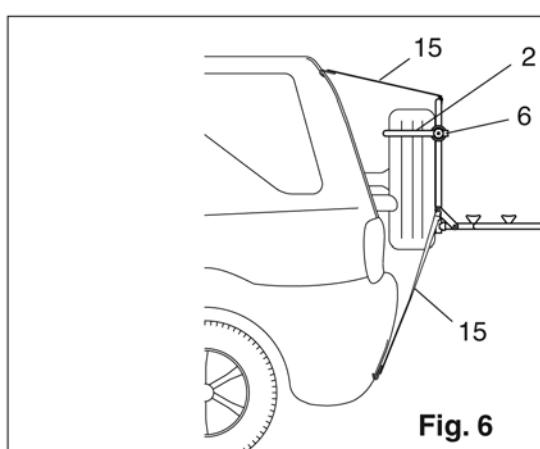

Fig. 6
- Das Reserveradtragrohr (2) auf der Innenseite des am Fahrzeugs angebrachten Reifens positionieren, wie in Abb. 6 zu sehen ist, indem man es mittels der Kunststoffgelenke so neigt, dass es die durch die Reifenform bedingt wird. Danach die Rändelgriffe (6) fest anziehen.
- Den Haken des oberen Gurts (15) an der oberen Kante der Heckklappe anbringen.
- Die beiden unteren Gurte (15) rings um die Anhängercupplung führen (das ist nur dann möglich, wenn die Anhängercupplung sich unter dem Rad befindet). Wenn das nicht möglich ist, die Gurthaken (15) an unteren Kante der Stoßstange des Fahrzeugs anbringen (Abb. 6), wenn diese aus Metall ist, oder an einer anderen sicheren Befestigungsstelle unterhalb des Fahrzeugs.
- Den oberen und die unteren Gurte (15) gleichmäßig mit Energie spannen, um die Einheit, die aus Pkw, Rad und Fahrradträger besteht, fest und kompakt miteinander zu verbinden.
- Mettez le tube (2) à l'intérieur du pneumatique monté sur le véhicule, comme l'indique la fig.6, en l'inclinant au moyen des rotules en plastique selon la position exigée par la forme du pneu, après quoi serrez fort les pommeaux (6);
- Attachez le crochet de la sangle supérieure (15) sur le bord supérieur du hayon.
- Passez les deux sangles inférieures (15) autour du crochets de traction (opération possible uniquement si le crochet est placé sous la roue). Lorsque cette opération n'est pas possible, attachez les crochets des sangles (15) sur le bord bas du pare-chocs du véhicule (fig. 6), s'il est métal, ou à une autre prise sûre au-dessous du véhicule.
- Vérifiez que le porte-vélos est installé correctement : Tendez les courroies (15) supérieure et inférieure, de manière homogène avec force, afin de former un ensemble compact entre véhicule, roue et porte-vélos.
- Posizionare il tubo passaruota (2) all'interno del pneumatico applicato al veicolo come da fig.6, inclinandolo tramite snodi plasticci a seconda della posizione richiesta dalla forma del pneumatico, dopo questa operazione serrare con forza i pomelli (6);
- Applicare il gancio della cinghia superiore (15) al bordo superiore del portellone stesso;
- Passare le due cinghie inferiori (15), attorno al gancio di traino (operazione possibile solo se il gancio è posizionato sotto la ruota). Nel caso questo non sia possibile, applicare i ganci delle cinghie (15) al bordo basso del paraurti del veicolo (fig.6), se questo è in metallo, o ad altro appiglio sicuro esistente sotto il veicolo;
- Trazionare le cinghie (15) superiori ed inferiori, in modo omogeneo con forza, al fine di rendere un insieme compatto tra veicolo, ruota e porta bici.